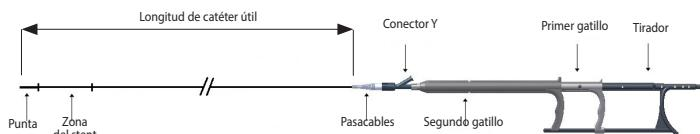

Figura 1 – Sistema de stent
- Un sistema de stent, como se muestra en Figura 1, está formado por un conjunto de tubo interno que contiene el lumen de la guía, la vaina de soporte del stent y una cubierta externa, unidos mediante un mango. El lumen de la guía termina distalmente en una punta de catéter del dispositivo de colocación atraumática y su origen proximal se encuentra en un casquillo de luer diseñado para aceptar una guía compatible.